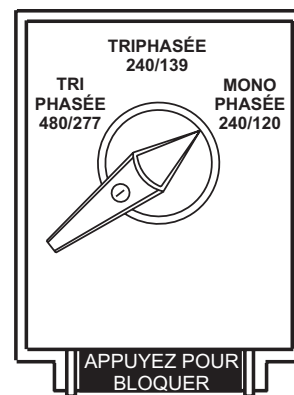

Figure 39. Le Commutateur de Sélection de la Tension
- Placez le commutateur de sélection de la tension dans la position désirée (Figure 39).